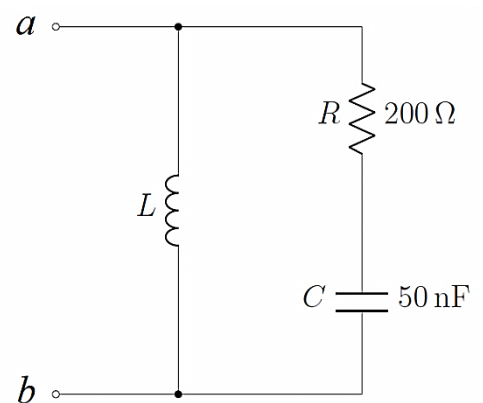

Figura 10
14. O circuito equivalente de uma carga é apresentado na Figura 10. Essa carga apresenta uma impedância equivalente entre os terminais a e b quando alimentada por uma tensão alternada senoidal.